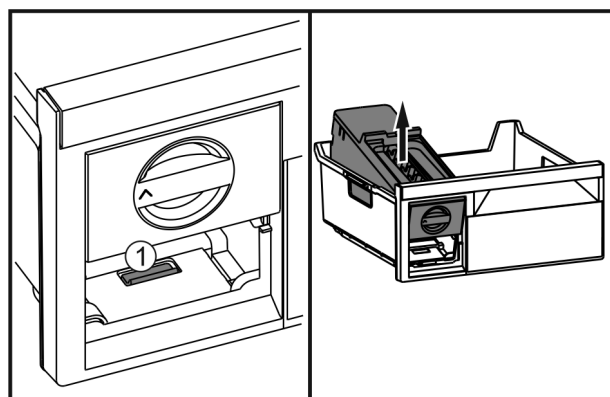

Fig. 41
- Appuyer sur la languette Fig. 41 (1), soulever l'EasyTwist-Ice depuis l'arrière et le faire sortir du tiroir de congélation.